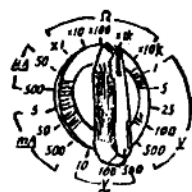

图 1-17 万用表量程开关
(2) 选择项目与量程:有的万用表有两个选择开关,其中一个选择项目(交流、直流、电阻等),另一个选择量程。大多数万用表是只用一个波段开关兼用于项目选择与量程选择的(图 1-17)。测试前应弄清要测什么项目,再拨到对应的挡位上。拨错挡位很可能会损坏万用